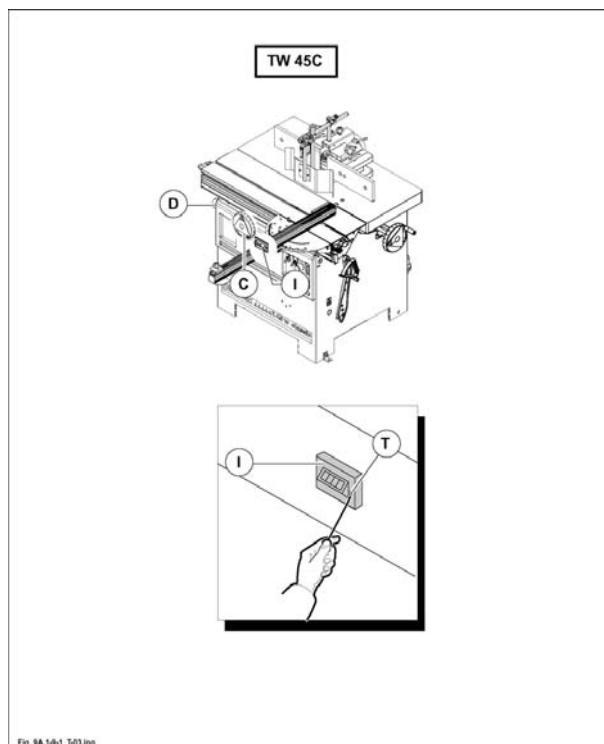

Fig. 9.1-9-1
- Ruotare volantino (C fig. 9.1-9-1) previo sbloccaggio del pomello (D fig. 9.1-9-1).
- Dopo ogni posizionamento serrare il pomello (D fig. 9.1-9-1).
- Leggere la quota sull'indicatore (I fig. 9.1-9-1).
In caso di indicazione imprecisa dell'indicatore (I fig. 9.1-9-1), procedere al ripristino della regolazione come di seguito indicato:
- inserire un piccolo cacciavite nel foro (T fig. 9.1-9-1), premere leggermente e ruotare in senso orario per aumentare, o antiorario per diminuire il decimale della quota indicata.
il valore dell'inclinazione riportato dall'indicatore numerico (I fig. 9.1-9-1) ha un campo di errore di ± 0.05 mm; nelle posizioni a 45° e 90° per avere una lettura più precisa è consigliato usare come riferimento le battute meccaniche di fine corsa, ruotando quindi al massimo il volantino (C fig. 9.1-9-1).